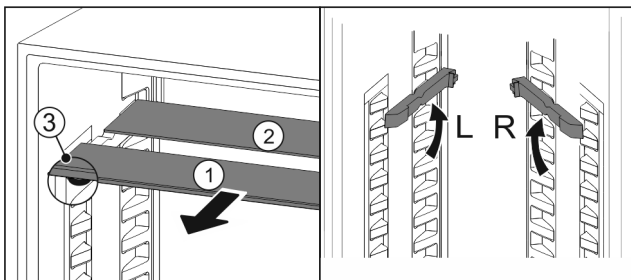

Fig. 151
- ▶ Glasplatten einzeln nach vorne herausziehen Fig. 151 (1).
- ▷ Glasplatte Fig. 151 (1) mit Zierleiste liegt vorne.
- ▷ Stopps Fig. 151 (3) zeigen nach unten.